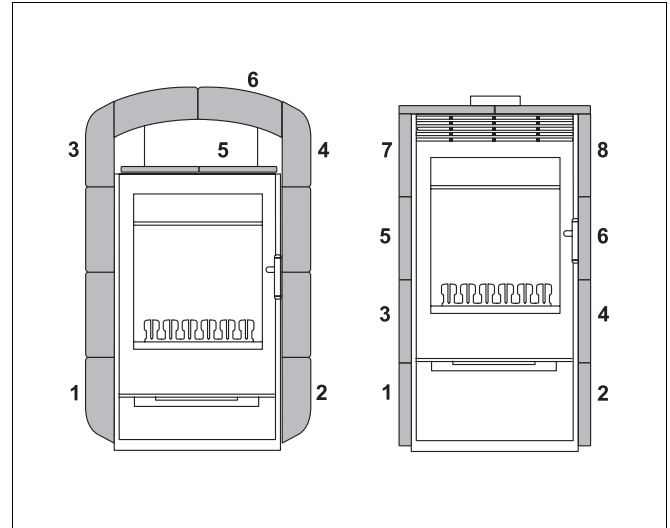
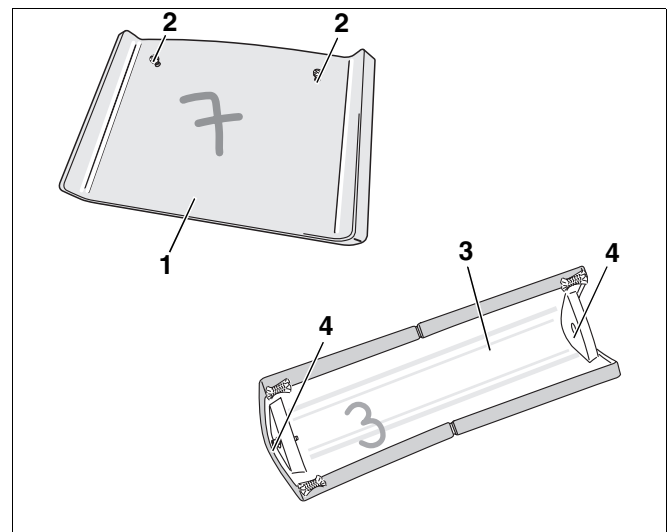

Abb. 7 Positionen der Kacheln (links blueline 1 und rechts blueline 2)
Abb. 8 Kachelrückseiten (links blueline 2 und rechts blueline 1)
- Die Kacheln sind auf der Rückseite nummeriert (Abb. 8). Halten Sie unbedingt die Reihenfolge der Nummerierung ein (Abb. 7).
- Mitgelieferte Schrauben in die Bohrungen auf den Kachelrückseiten (Abb. 8, **Pos. 2** und **4**) eindrehen.